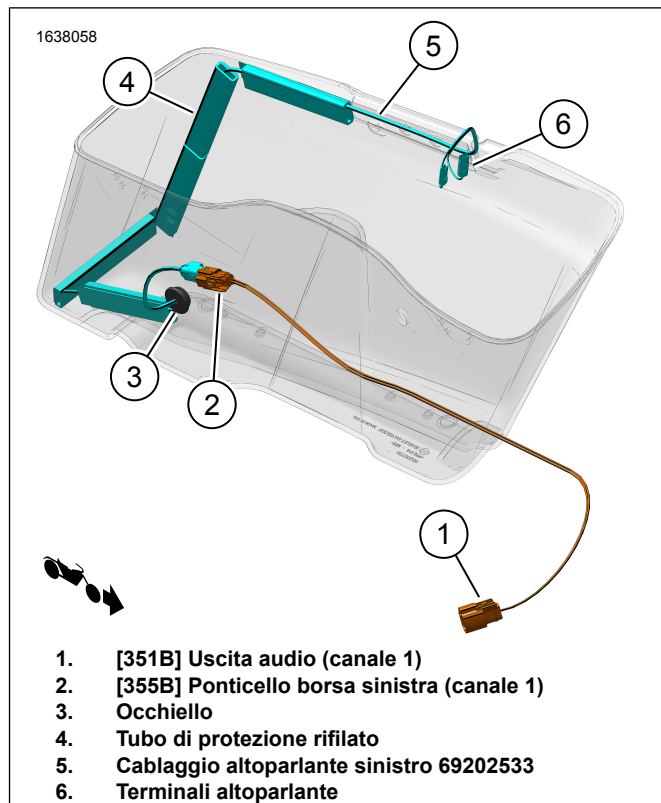
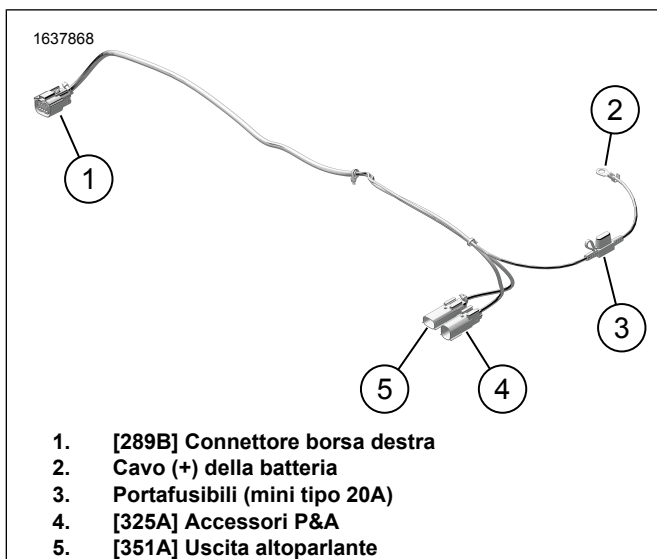
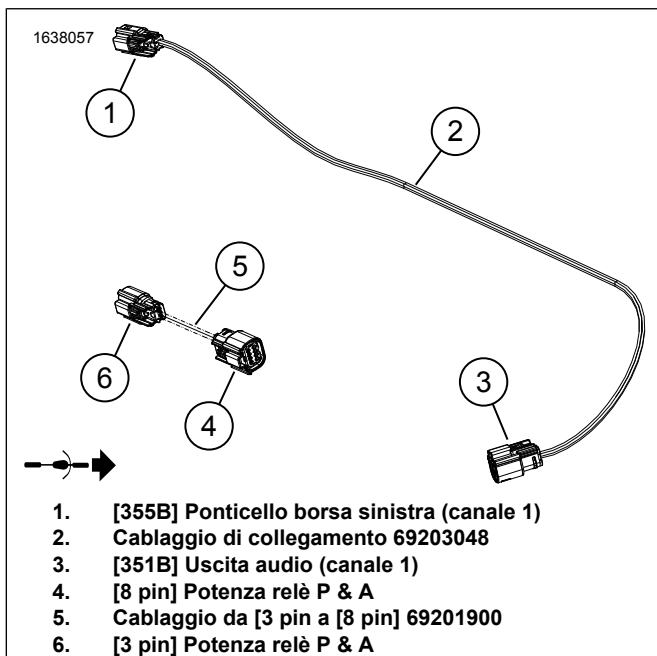

Figura 4. Disposizione del cablaggio della borsa di sinistra
Figura 15. Cablaggio esterno 69202870
Figura 16. CABLAGGIO DI COLLEGAMENTO
12. Vedere la figura 4. Installare il cablaggio dell'altoparlante di sinistra.
- b. Vedere la figura 4. Ruotare il cablaggio (5) come mostrato.
1. Vedere la figura 15. Collegare il cavo (+) della batteria (2) al terminale (+) della batteria. Vedere il manuale di manutenzione.
- a. Vedere la figura 15. Instradare [325A] (4) sul lato sinistro del telaio del veicolo.
- b. Vedere la figura 16. Collegare [3-Pin] (6) del cablaggio del ponticello (5) a [325A] (4) del cablaggio esterno 69202870. Vedere la figura 15.
- a. Instradare [325A] (4) sul lato destro del telaio del veicolo.
- b. Vedere la figura 15. Collegare [325A] al connettore P & A [325B]. Situato sotto l'area di copertura del lato destro.
4. Vedere la figura 15. Far passare la diramazione [289B] (1) del cablaggio esterno lungo il telaio e il supporto del montante del parafrangente. Utilizzando le fascette fermacavi, installare il cablaggio ai punti di ancoraggio senza serrarli. Non stringere le fascette.
8. Vedere la figura 16. Instradare e installare i cablaggi di collegamento 69203048 (2).
- a. Vedere la figura 16. Collegare [355B] (1) del cablaggio del ponticello (2) al cablaggio dell'altoparlante della borsa laterale sinistra (5). Vedere la figura 4.
- c. Vedere la figura 16. Instradare [351B] (3) sul cablaggio del ponticello 69203048 (2) verso [351A] (5) sul cablaggio esterno 69202870. Vedere la figura 15.
10. Vedere la figura 1. Installare il fusibile da 20 Amp (18) nel portafusibile del cablaggio esterno (3). Vedere la figura 15.
- a. Collegare [360LA] a sinistra (L).
- b. Collegare [360RA] a destra (R).
4. Vedere la figura 15. Collegare a [351A] (5).